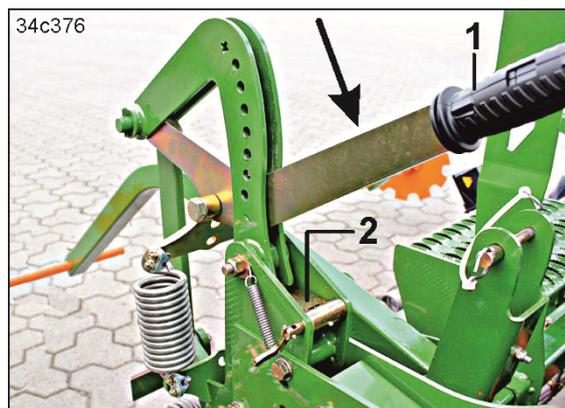

Fig. 195
4. Den Hebel (Fig. 195/1) bis zum Einrasten des Klemmblechs (Fig. 195/2) in Pfeilrichtung drücken.